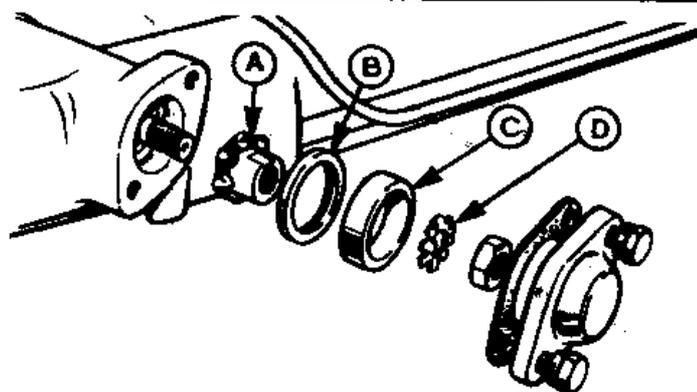

Рис.11.38. Снятие нижнего подшипника шестерни (Разд.35)
11. Снимите крышку нижнего подшипника шестерни (Рис.11.38), после чего извлеките из корпуса шестерню, промежуточное кольцо и внешнее кольцо подшипника. Не извлекайте средний подшипник и его сальник, если нет подозрений, что он подтекает и если он не чрезмерно изношен. В случае таких подозрений заменять нужно как подшипник, так и сальник.